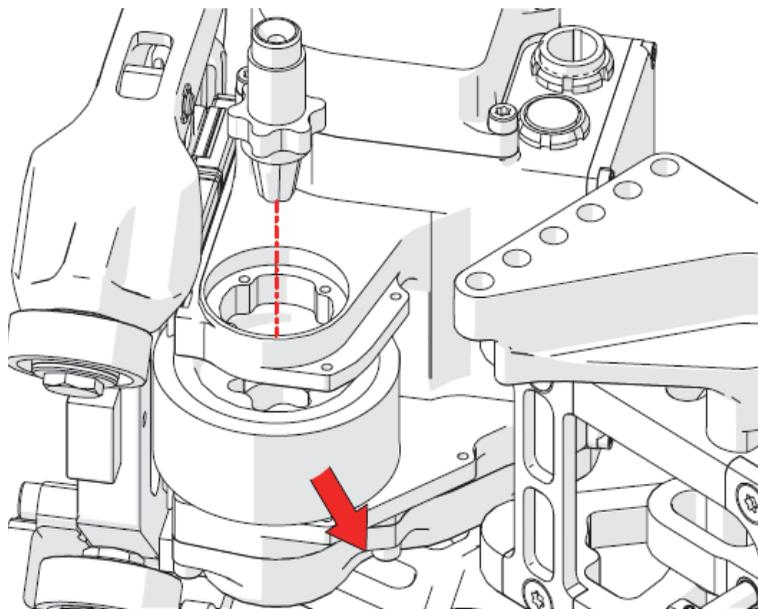

图2-22 拆下轴和轮子
24. 通过轴臂将轴从驱动轮上拆下（参见第98页的图2-22）。
25. 拆下磨损的驱动轮（参见第98页的图2-22）。